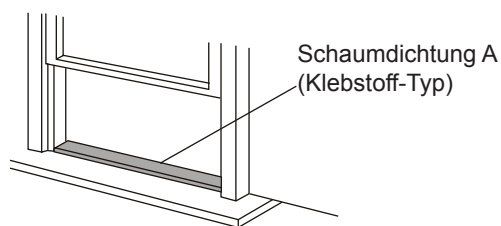

Abb.8
1. Schneiden Sie die Schaumstoffdichtung (Klebstoff-Typ) auf die richtige Länge und befestigen Sie es am Fenster-Hocker. Abb.8